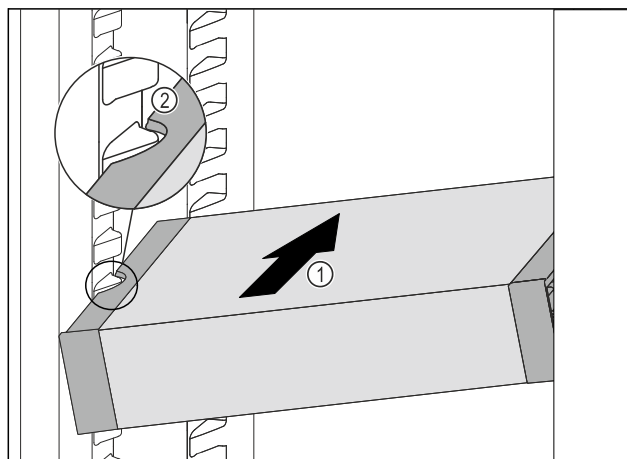

Fig. 96
- Skub VarioSafe skråt ind i kølesektionen, Fig. 96 (1) indtil udsparringerne i siden Fig. 96 (2) på VarioSafe er på niveau med beholderribben i kølesektionen.